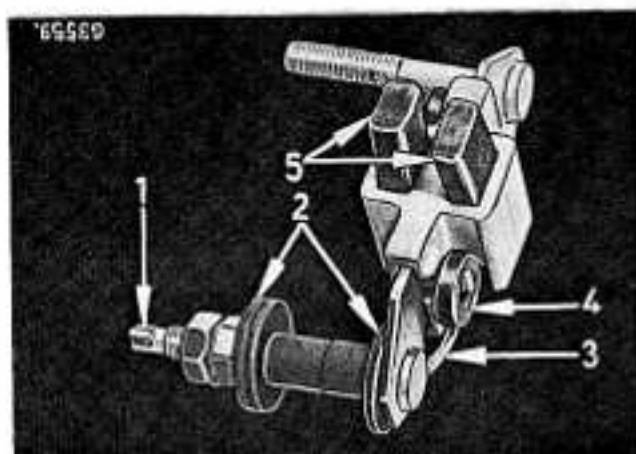

Bild 228
Bürstenhalter, Bild 228 auf Verschleiß und Beschädigungen prüfen, ggf. diesen komplett erneuern. Siehe Maße.
Beim Einbau die Isolierteile (2) vollzählig und in der im Bild 228 gezeigten Reihenfolge verwenden.